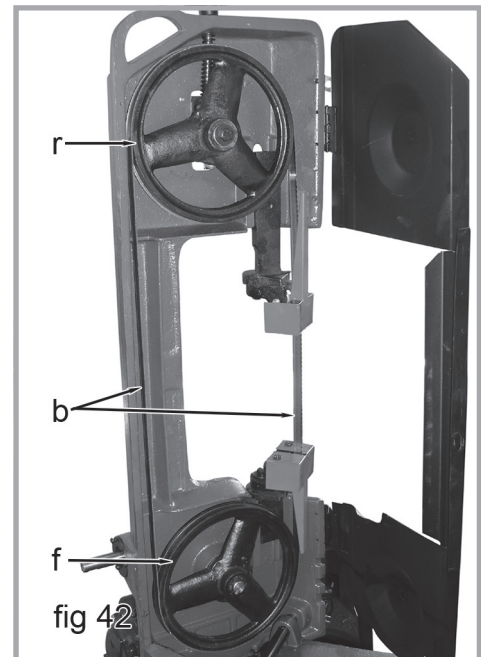

fig 42
14. Tournez le bouton de tension de la lame dans le sens antihoraire pour permettre à la lame de glisser sur la roue arrière (r, fig 42) et de la roue avant (f, Fig 42).